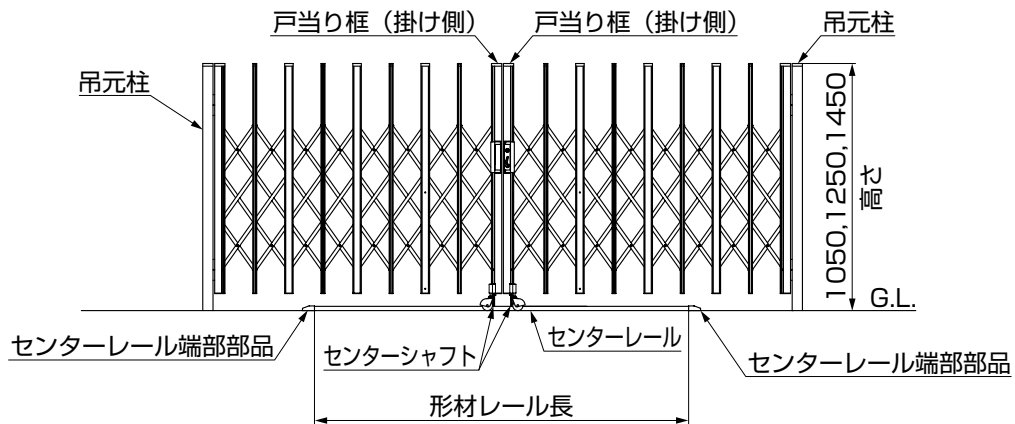

図10-3
①両開き仕様の場合は、「戸当り枠 (掛け側)」と「戸当り枠 (受け側)」の合わせ目が、センターレールの中心になるように施工してください。(図10-3参照)